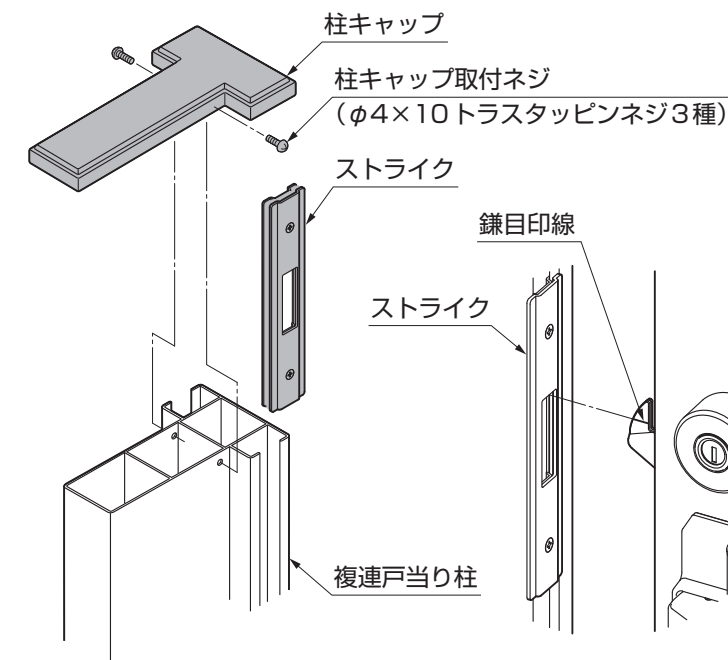

図6-4
- ③柱キャップを外して、戸当り柱にストライクを挿入し、柱キャップを「柱キャップ取付ネジ」で固定してください。(図6-4参照)